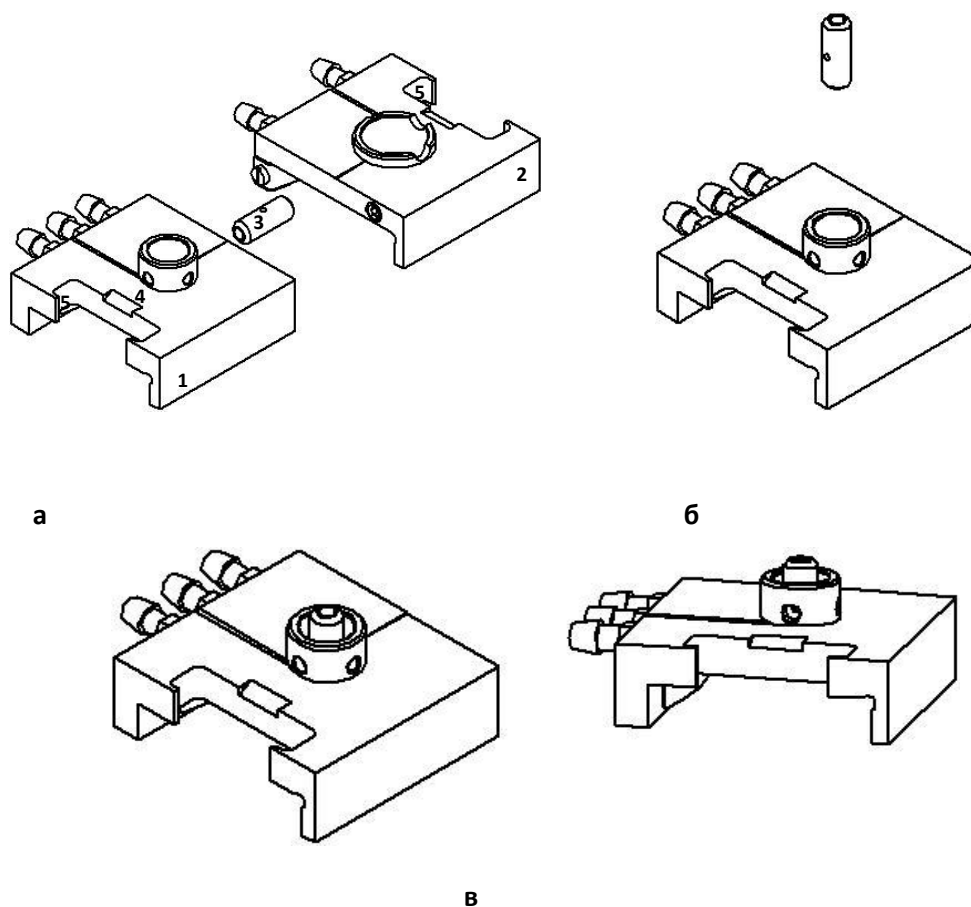
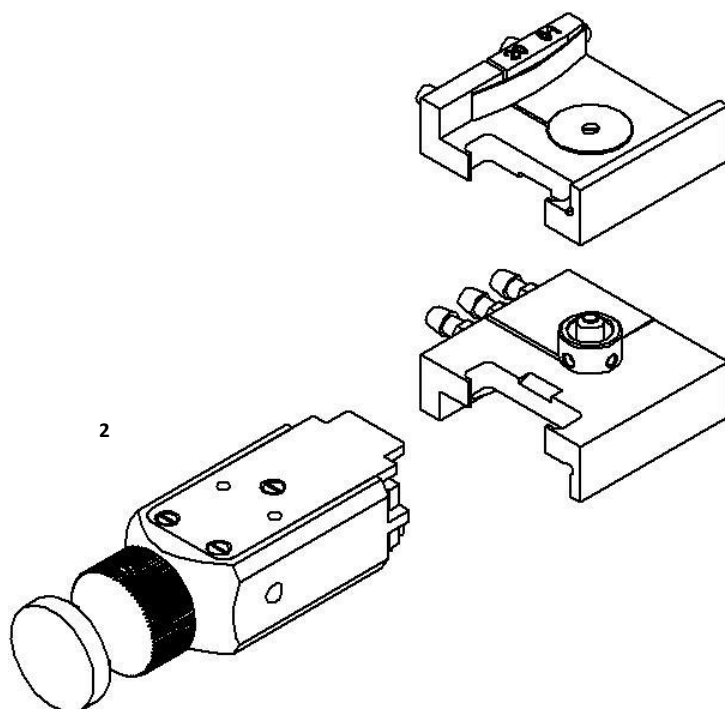

Рис. 6 – Сборка токоподводящих съёмных пластин и графитовой печи
Рис. 7 – Сборка токоподводящих пластин
3.5.1 Положить токопроводящие съёмные пластины 1 и 2 на крышку отсека атомизатора (рис. 6а). Графитовую печь 3 вставить в графитовый электрод в левой съёмной пластине 1 так, чтобы дозировочное отверстие графитовой печи располагалось в центре отверстия 4 в графитовом электроде (рис. 6б и 6в).
- 3.5.3** Возьмите в руку съёмник для контактов. Сведите рычаги съёмника (рис. 7), вращая винт против часовой стрелки.
- 3.5.4** Переверните правую съёмную пластину 2 и положите на левую пластину 1 со вставленной печью так, чтобы графитовая печь оказалась зажатай между графитовыми электродами, фиксируя сборку рукой. Ещё раз убедитесь, что выполняется пункт 3.5.2. После возьмите съёмник в руку и вставьте сведенные рычаги 1 съёмника в выборки (5 на рис. 6) токопроводящих съёмных пластин, собранных вместе (рис. 7).